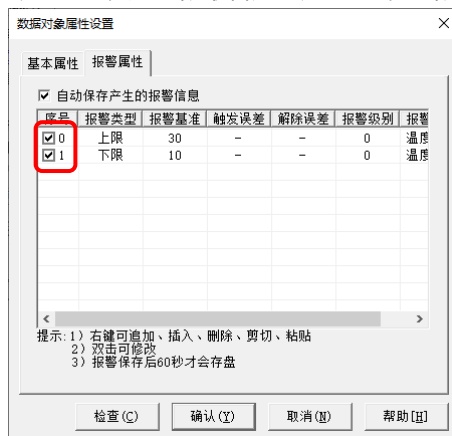

图 4.4-4 报警属性
- 查看报警序号: 首先按照进阶篇章 4.2.2 进行变量上下限报警组态, 组态完成后, 变量“设备 0\_读写 VWUB049”报警属性显示如图 4.4-4 所示, 可以看到该变量上限报警序号为“0”, 下限报警序号为“1”。